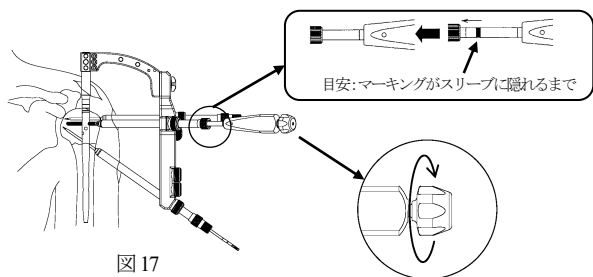

図17
- 18) キャンセラス SW ドライバー（ホールド型）に選択した長さの4.5 キャンセラススクリューを組み付け、グリップ後端の中軸つまみをねじ込み固定し、スクリューを挿入します。（図17）